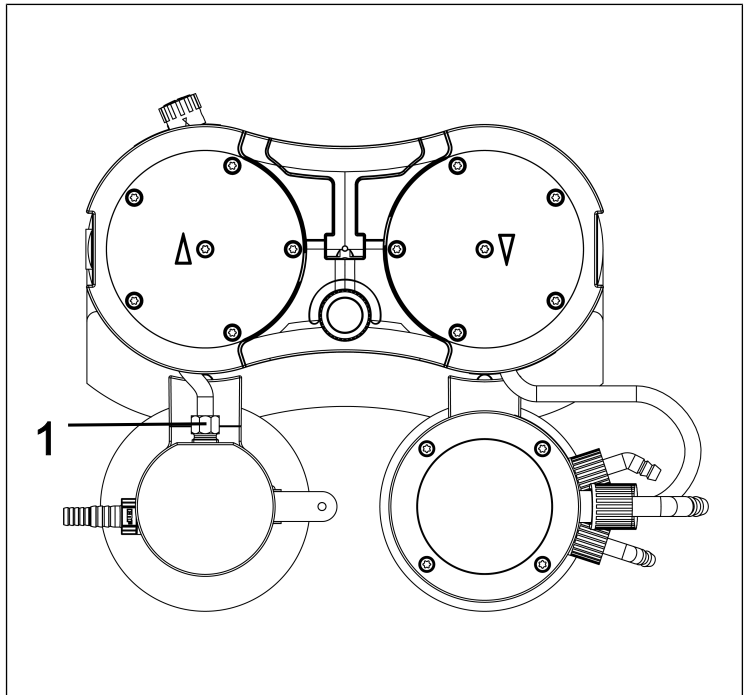

Abb.11: Schlauchverbindung lösen
2. Lösen Sie die Überwurfschraube der Schlauchverbindung (**1/Abb. 11**) von der Vakuumsystemkomponente.
**i** Benutzen Sie zum Lösen der Überwurfschraube der Schlauchverbindung Abscheider (**1/Abb. 11**) ggf. einen Gabelschlüssel SW14.
10. Schrauben Sie die Überwurfschraube der Schlauchverbindung Abscheider (1/Abb. 11) am Abscheideranschluss bis zum Anschlag ein.
**i** Benutzen Sie zum Anziehen der Überwurfschraube der Schlauchverbindung Abscheider (1/Abb. 11) ggf. einen Gabelschlüssel SW 14